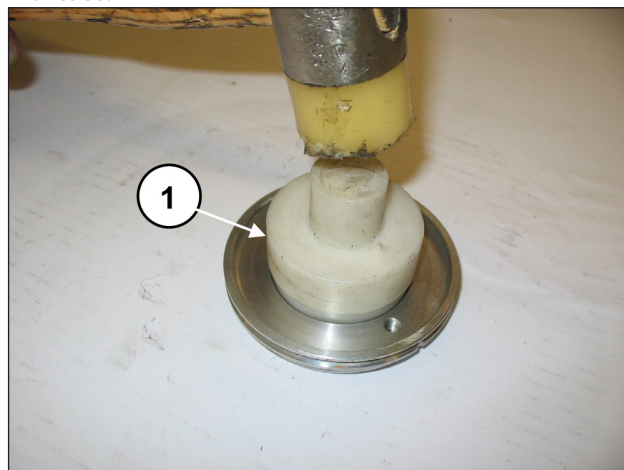

Рис. 94
Установите радиальное уплотнение в маслоотражательную крышку (поз. ①, Рис. 94) с помощью калибра с кодом 27910900.